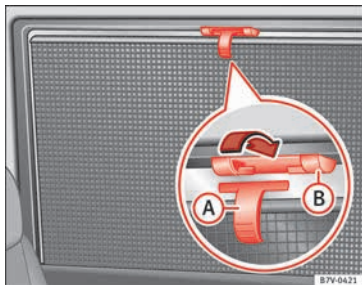

Abb. 144 Im hinteren rechten Fenster: Sonnenschutzrollo.
- Sonnenschutzrollo am hervorstehenden Griff » **Abb. 144** **A** ganz nach oben ziehen.